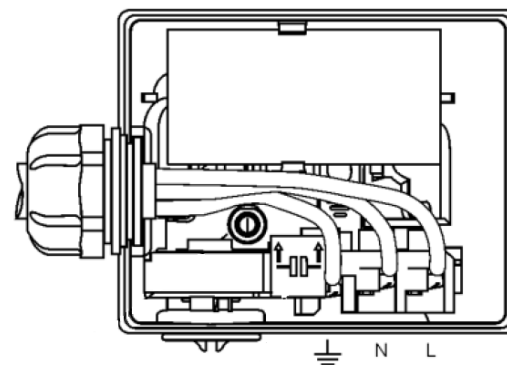

Рис. 7 Расположение клемм
3 Убедитесь в том, что ротор по-прежнему вращается свободно. Для этого отвинтите резьбовую заглушку отверстия для удаления воздуха (рис. 7) и потяните ее назад до зацепления с валом электродвигателя. Ротор должен вращаться свободно при повороте рукой.
Перед включением насоса необходимо отвинтить и вытянуть резьбовую заглушку отверстия для удаления воздуха (рис. 7) до зацепления с валом электродвигателя. Убедитесь в возможности свободного вращения вала, а также в том, что при запуске циркуляционного насоса вращается резьбовая заглушка отверстия для удаления воздуха. Снова завинтите резьбовую заглушку отверстия для удаления воздуха.
2. Если требуемая производительность насоса неизвестна, сначала установите минимальную производительность насоса. Если радиаторы отопления остаются холодными, или если (указанная производителем котла) разность температур на входе и на выходе котла не достигается, увеличьте объемный расход, переключив частоту вращения (см. рис. 7). **ВНИМАНИЕ!** Установка слишком высокой частоты вращения может привести к слишком высокому объемному расходу или подосу воздуха.